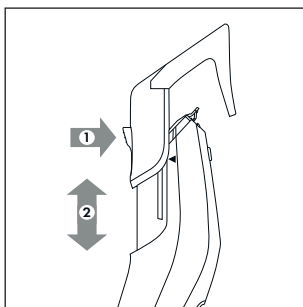
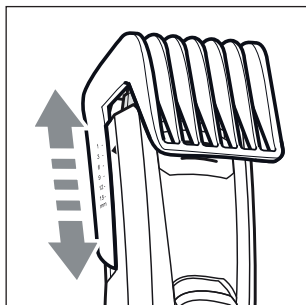

Fig. 3
Fig. 4
- ◆ Pulse el botón de la parte trasera del accesorio con peine 10/11 y deslice el accesorio con peine 10/11 hacia arriba o hacia abajo (consulte la fig. 3). Así podrá ajustar la longitud de corte deseada (consulte también el capítulo **Corte del cabello**).
- 3) Ajuste la longitud de corte deseada en el accesorio con peine **10/11**. Para ello, pulse el botón de la parte trasera del accesorio con peine **10/11** y deslice el accesorio con peine **10/11** hacia arriba o hacia abajo (consulte la fig. 3). La longitud de corte está marcada en el lateral del accesorio con peine **10/11** (consulte la fig. 4). Comience primero con una mayor longitud de corte y ajuste progresivamente longitudes menores durante el corte.
- ◆ Ajuste la longitud de corte deseada en el accesorio con peine **10/11**. Para ello, pulse el botón de la parte trasera del accesorio con peine **10/11** y deslice el accesorio con peine **10/11** hacia arriba o hacia abajo (consulte la fig. 3). La longitud de corte está marcada en el lateral del accesorio con peine **10/11** (consulte la fig. 4). Recorte ahora la barba progresivamente.